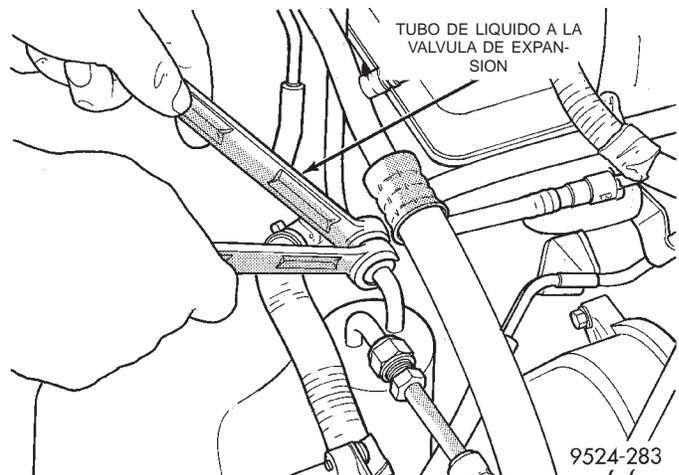

Fig. 53 Tubo de líquido de la válvula de expansión
- (3) Retire la tubería de líquido que está en el filtro/secador de la válvula de expansión (Fig. 53).